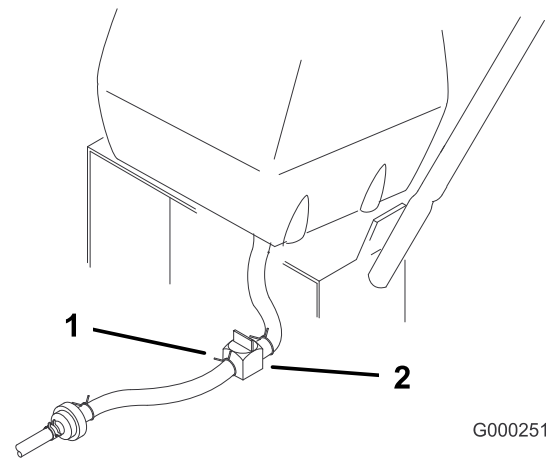

Figura 37
2. Cierre la válvula de cierre de combustible del depósito de combustible (Figura 37).
3. Apriete los extremos de la abrazadera y deslícela por el tubo alejándola del filtro (Figura 37).
4. Retire el tubo de combustible del filtro (Figura 37). Abra la válvula de cierre del combustible y deje que la gasolina se drene en un recipiente.
3. Cierre la válvula de cierre de combustible del depósito de combustible (Figura 37).
- 7. Abra la válvula de cierre de combustible del depósito de combustible (Figura 37).